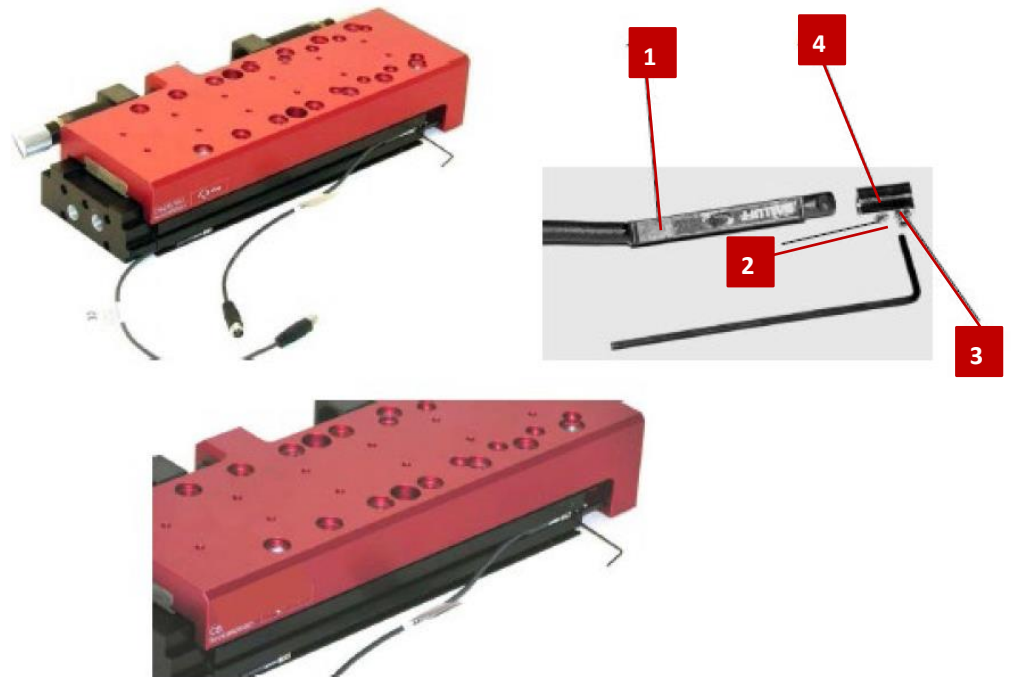

Abb. 11 Einbau und Einstellung Compact-Schlitten
1. Näherungsschalter (Abb. 11, 1) mit montiertem Klemmstück in C-Nut einsetzen.
2. Näherungsschalter in der C-Nut mit den Befestigungsschrauben am Klemmstück (Abb. 11, 3) befestigen.